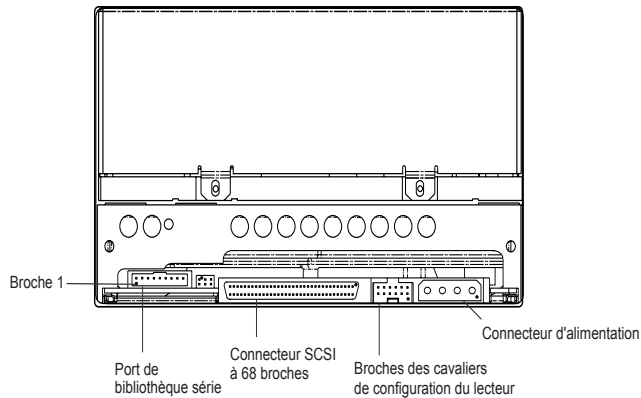

Figure 5. Vue de l'arrière du lecteur LTO-3 interne
2. Reliez le câble d'interface SCSI au connecteur d'interface SCSI à 68 broches qui se trouve à l'arrière du lecteur (consultez la figure 5 ci-dessous).
Le lecteur LTO-3 interne comprend une interface série RS-422 pour les bibliothèques sur bande. Ce connecteur est un connecteur blindé et muni d'un détrompeur avec 10 broches de 2 mm alignées. Il est situé à l'arrière du lecteur, en bas à gauche (consultez la figure 5, page 20). Le tableau 2 ci-dessous répertorie les descriptions des broches du connecteur d'interface série.
Raccordez un câble d'alimentation à quatre broches au connecteur d'alimentation situé à l'arrière du lecteur. La figure 5, page 20, illustre l'emplacement du connecteur d'alimentation.